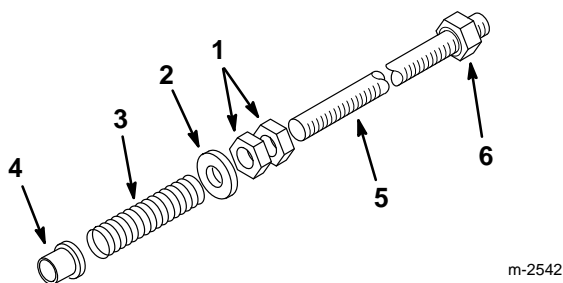

Figure 7
4. Visser 2 contre-écrous de 13 mm (1/2") à environ 22,8 cm (9") sur chaque tige de réglage (Fig. 7).
5. Insérer une entretoise de 13 mm (1/2"), un ressort et un coussinet sur chaque tige de réglage, en plaçant la collerette du coussinet du côté du ressort (Fig. 7).